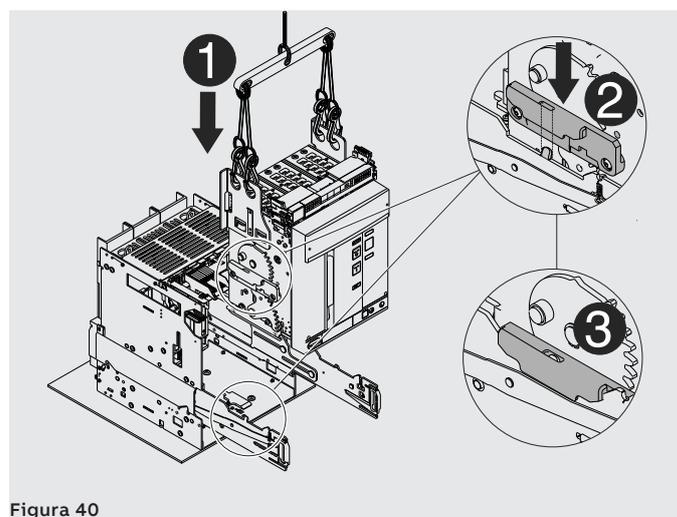

Figura 40
4. Posizionare la parte mobile sopra le guide della parte fissa. Agganciarla inserendo la cava della fiancata nel gancio della guida della parte fissa. Vedi Figura 40.